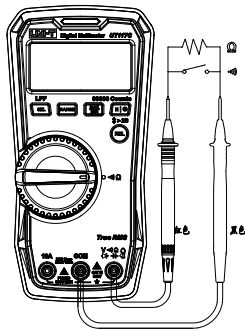

图 7
**4. 电路通断测量 (图7)**
**5. 电阻测量 (图7)**